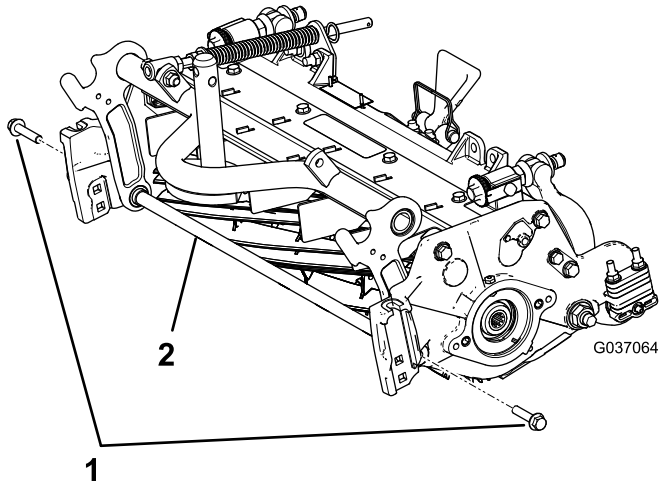

Figura 5
- A. Retire los 2 pernos con arandela prensada que sujetan la varilla de soporte, y retire la varilla de soporte (**Figura 5**).